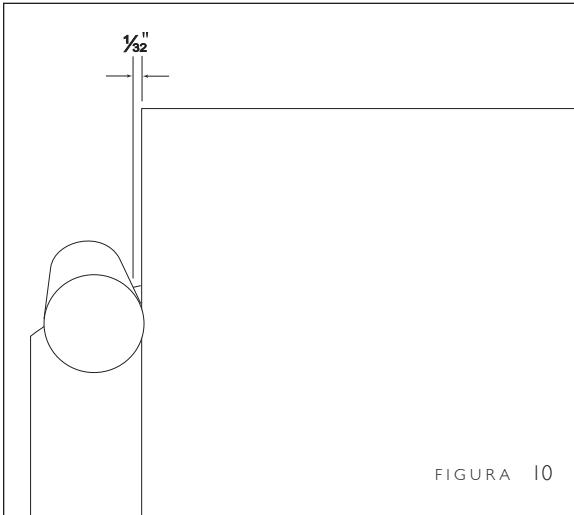

FIGURA 10
2. Mueva el tope del papel hasta que quede a una distancia de, aproximadamente, 1/32 pulg. (o 1 mm) del borde izquierdo del papel (Figura 10).